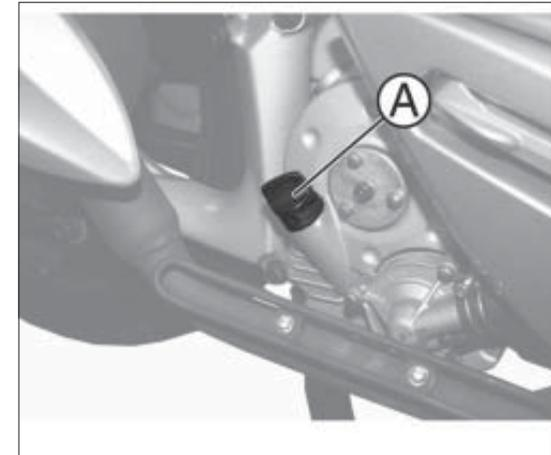
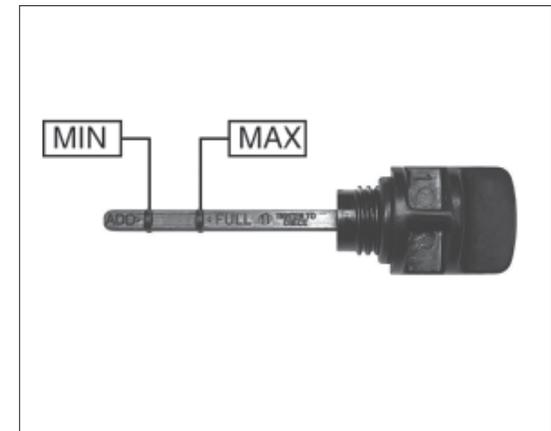

Abb. 1
Abb. 2
- den Ölmesstab A samt Deckel, Abb. 1, herausnehmen und mit einem sauberen Tuch reinigen;
- den Ölmesstab A samt Deckel, Abb. 1, wieder anbringen;
- nochmals den Ölmesstab A samt Deckel, Abb. 1, herausnehmen und sicherstellen, dass der Ölstand zwischen den Markierungen MIN und MAX, wie in Abb. 2, liegt.